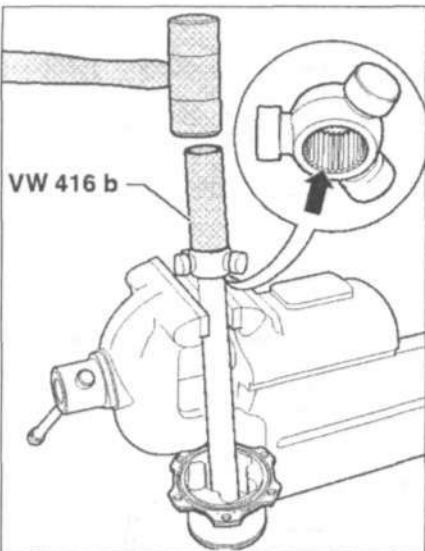

Рис. 9.31. Фаска на трехшиповике (стрелка) должна быть направлена к полуоси.
14. Фаска на трехшиповике (стрелка) должна быть направлена к полуоси (для облегчения сборки) (рис. 9.31).